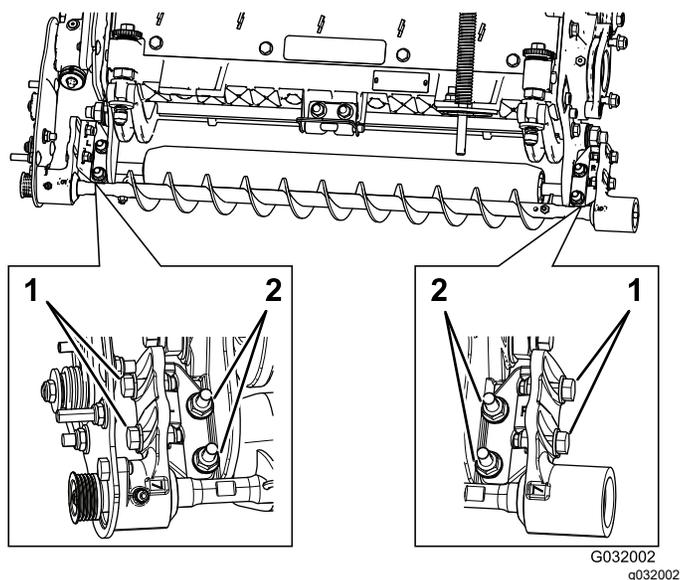

Figura 10
- A. Allentate i 2 dadi di bloccaggio flangiati che fissano la staffa di montaggio della spazzola per rullo alla piastra laterale dell'apparato di taglio (Figura 10).
- B. Girate l'alloggiamento del cuscinetto della spazzola per rullo fin quando la piastra della spazzola non risulta parallela alla piastra laterale dell'apparato di taglio (Figura 10).
- C. Serrate i 2 dadi di bloccaggio flangiati che fissano la staffa di montaggio della spazzola per rullo alla piastra laterale dell'apparato di taglio (Figura 10).
1. Allentate i 2 bulloni che fissano ciascun alloggiamento del cuscinetto della spazzola per rullo alla staffa di montaggio della spazzola per rullo (Figura 10).